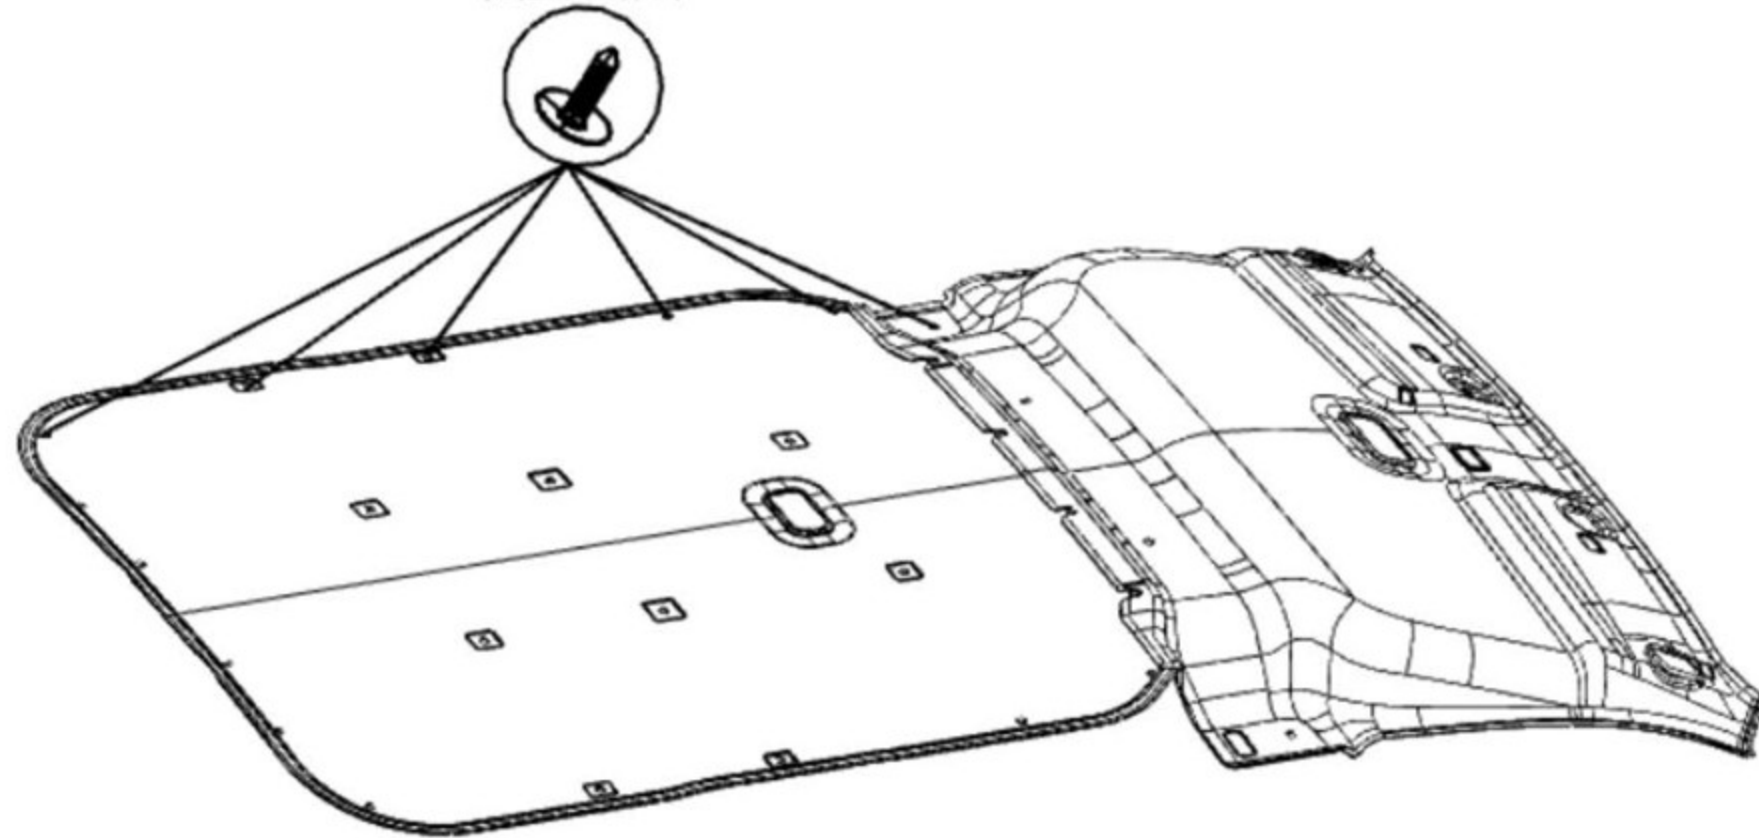

图1.12.1顶棚（半包）拆卸示意图
- (1)、找到顶棚的 28 个叶子片卡扣的位置（见上图 1.12.1），用一字螺丝刀将其从顶盖上撬脱，即可卸下顶棚。
- (2)、顶棚的安装顺序与拆卸顺序相反。